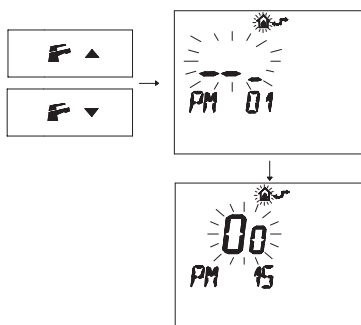

Figura 5.28
- Premere i pulsanti **F** o **F** per visualizzare la programmazione "**PM15**" abilitazione della sonda esterna (Figura 5.28).